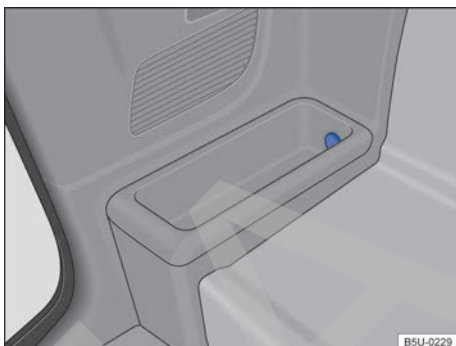

Fig. 106 En el lateral del compartimento interior del maletero: toma de corriente de 12 V - Saveiro cabina extendida - versión Cross.
- *Saveiro cabina extendida - versión Cross* - en el portaobjetos en el lado derecho del compartimento interior del maletero ⇒ fig. 106.